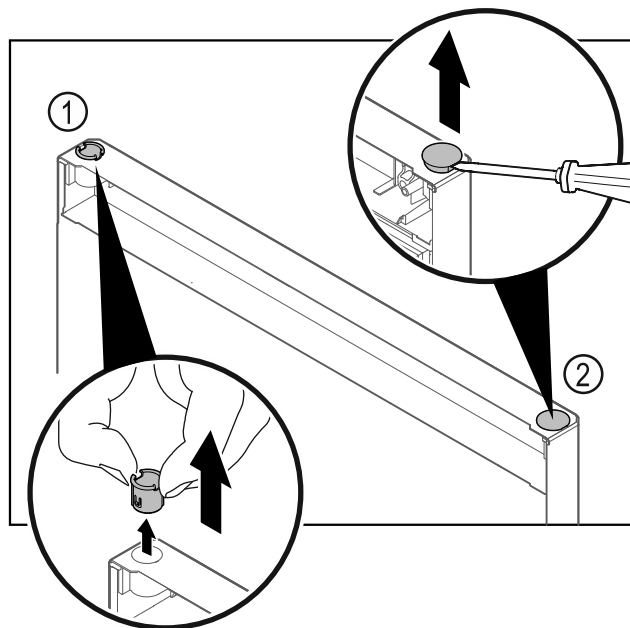

Fig. 22
- ▶ Wyjąć palcami tuleję zawiasu Fig. 22 (1).
- ▶ Zatyczkę osłonki Fig. 22 (2) ostrożnie podważyć przy pomocy śrubokręta płaskiego i wyjąć.